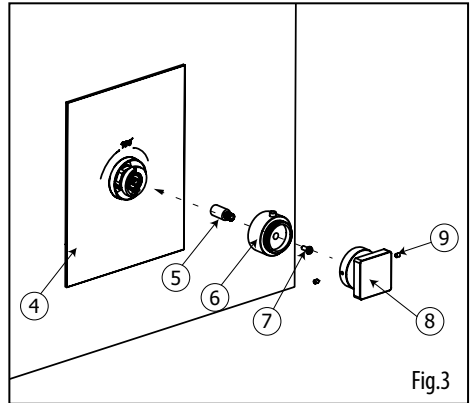

Fig.3
Insert the thermo broach extension (5) onto the thermo cartridge. Afterwards, insert the thermo handle adapter (6) onto the thermo broach extension (5). Make sure the temperature limit stopper button is aligned with the 100°F / 38°C mark on the trim (4) (fig.3). Secure the adapter with supplied screw (7). Insert handle (8) and secure it with the 2 supplied set screws (9).
Insérer la rallonge pour la cartouche thermostatique (5) sur la cartouche thermostatique. Ensuite, insérer l'adaptateur pour la poignée thermostatique (6) sur la tête de la rallonge (5). Assurez-vous que le bouton du limiteur de température soit aligné avec la marque de 100°F / 38°C inscrite sur la plaque (4) (Fig.3). Fixer ensuite l'adaptateur (6) avec la vis (7) fournie. Insérer la poignée (8) sur l'adaptateur et la fixer avec les 2 vis de retenues (9) fournies.